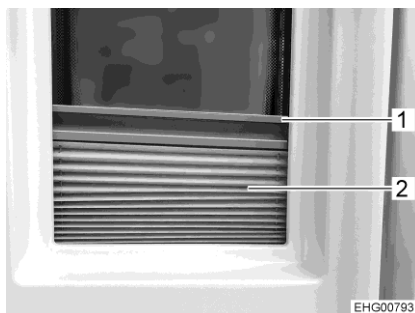

Bild 59 Plisségardin
- Stänga:** ■ Ta tag i mitten på plisségardinens (Bild 59,2) list (Bild 59,1) och drag den nerifån och upp och släpp loss den vid önskad höjd. Plisségardinen stannar på denna höjd.